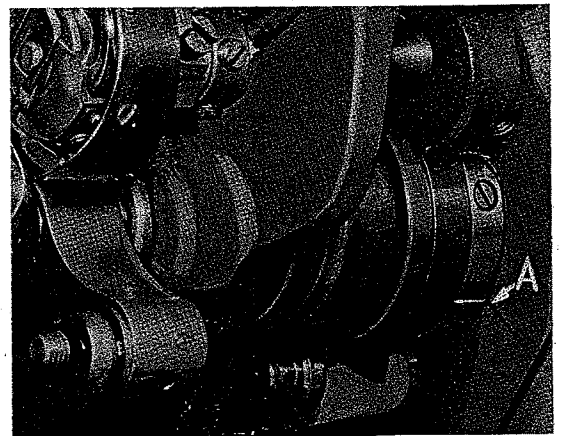

Fig. 25
y dese vuelta a la rueda de mano hasta que la barra de la aguja este arriba del recorrido. La línea de regulación de la excéntrica impulsora del avance deberá estar en línea con la marca en la pared de la pieza de fundición (A, Fig. 25).
5. Sujétese firmemente la rueda de mano y gírese el eje principal inferior hasta que la marca de regulación en la excéntrica impulsora del avance ajustable y la marca en la pared de la pieza de fundición estén alineadas (A, Fig. 25).